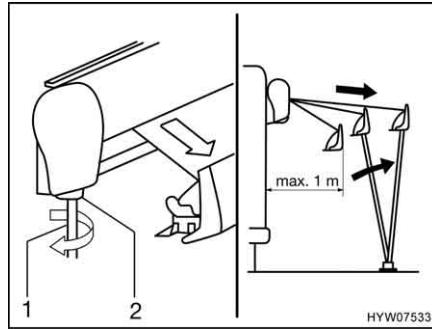

Fig. 29 Estrazione della tenda
- Inserire la manovella (Fig. 29,1) nel supporto a baionetta (Fig. 29,2) della tenda e girarla in senso antiorario. La tenda si apre dopo un paio di rotazioni.